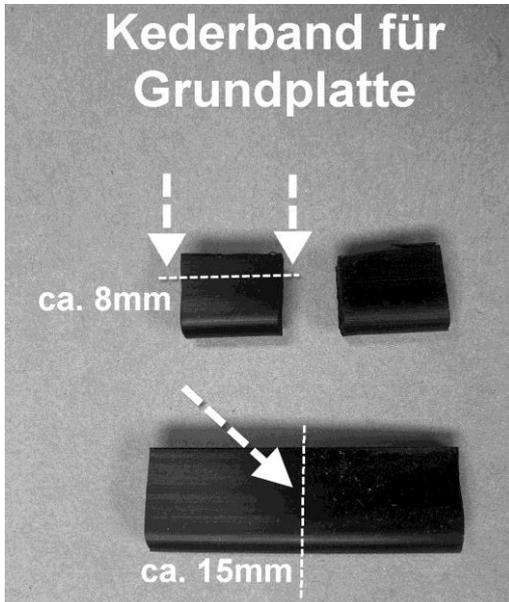
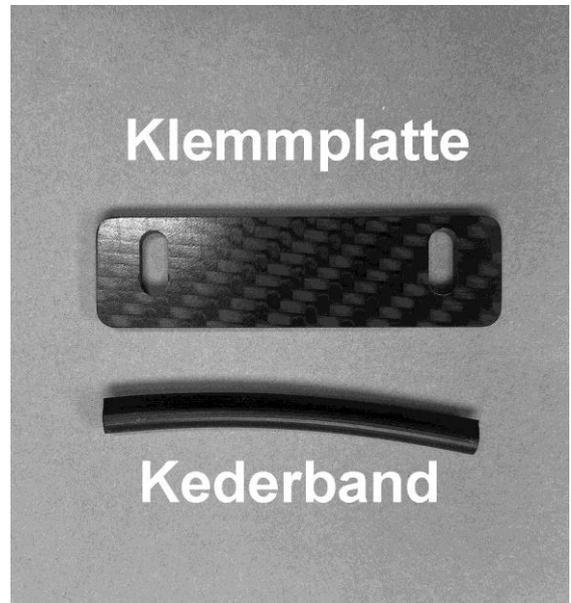

Bild 1
Bild 2
1. Schneiden Sie sich das Kederband für die Grundplatte und die Klemmplatten auf die benötigte Länge und Breite zu und verkleben Sie diese mit der Grundplatte und der Klemmplatte (UHU-Por, Superkleber...). Bild 1, Bild 2 und Bild 3